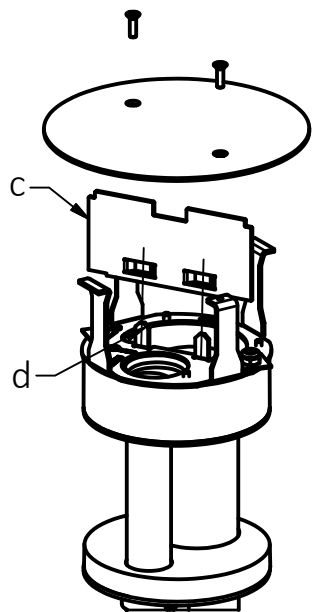

FIG. 2
5) Si se realizan conexiones de alimentación y de datos, instale la partición suministrada (c) en sus ranuras apropiadas en la caja pasa-piso contra fuego (d) como se muestra en la Fig. 2 para separar las conexiones de datos y de alimentación.
- 5) If both power and data connections are made, slide the provided partition (c) in to its proper slots on the fire rated poke through (d) as shown in Fig. 2 to separate the data and power connections.